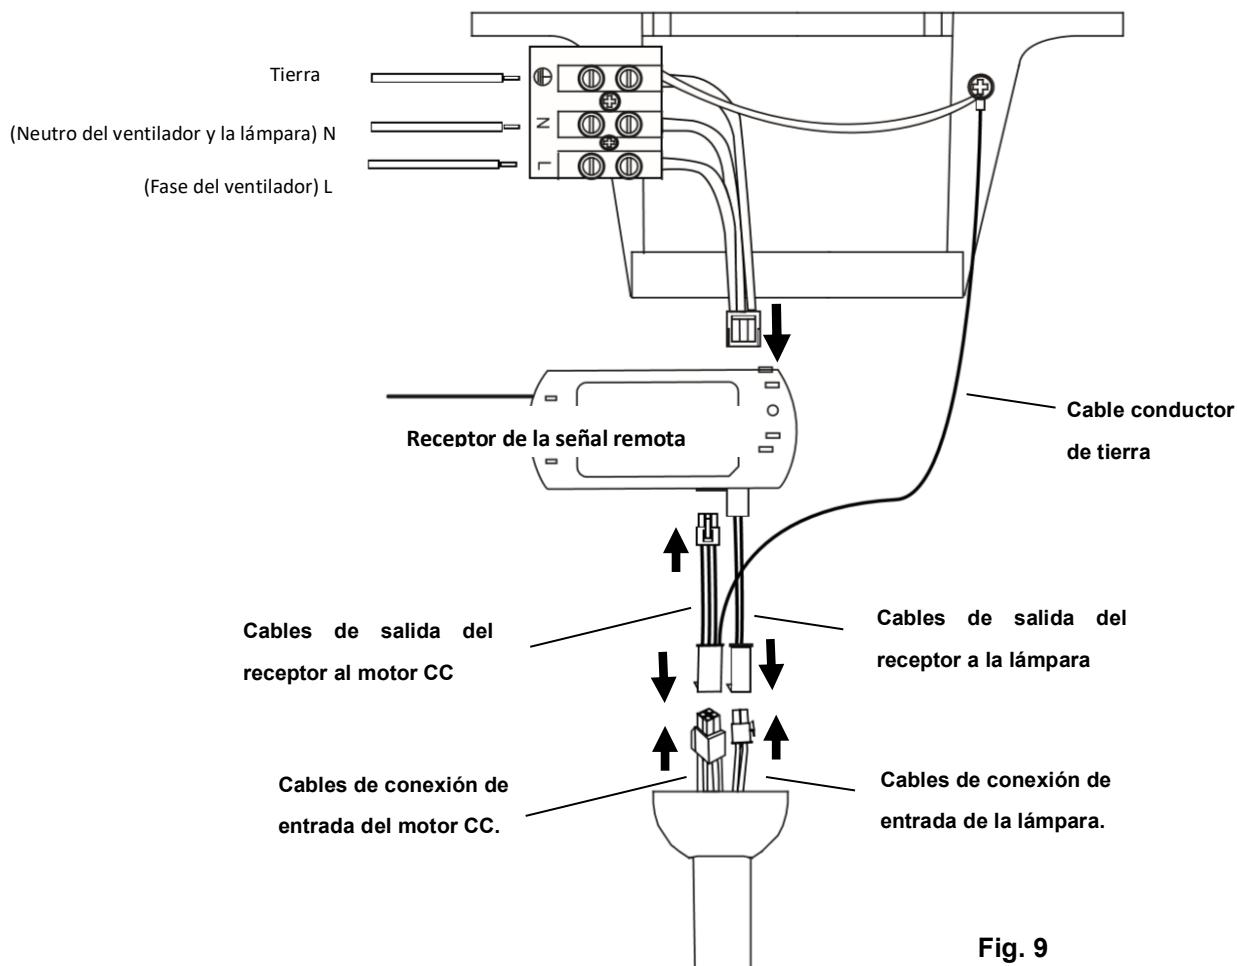

Fig. 9
**DIAGRAMA DEL CABLEADO ELÉCTRICO DEL VENTILADOR****PREPARE Y COMPLETE EL CABLEADO ELÉCTRICO --- DIAGRAMA DEL CABLEADO (Fig. 9)**
**Del suministro de corriente a la clema del soporte de techo: (Fig. 9)**
**Del soporte de techo al receptor y el motor: (Fig. 9)**
5. Conecte los cables de salida del controlador/receptor del motor CC (desde el soporte de techo con el cable de tierra) al conector de salida del controlador/receptor del motor CC (**Fig. 9**). Conecte los cables de salida del controlador/receptor del motor CC (desde el soporte de techo con el cable de tierra) al conector de entrada del motor del ventilador (**Fig. 9**).